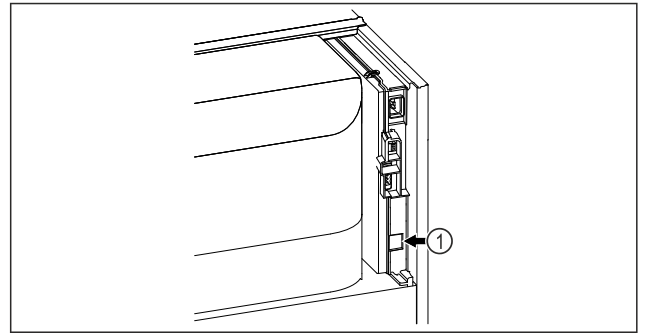

Fig. 86
- SmartModule Fig. 86 (1) je nasadený.